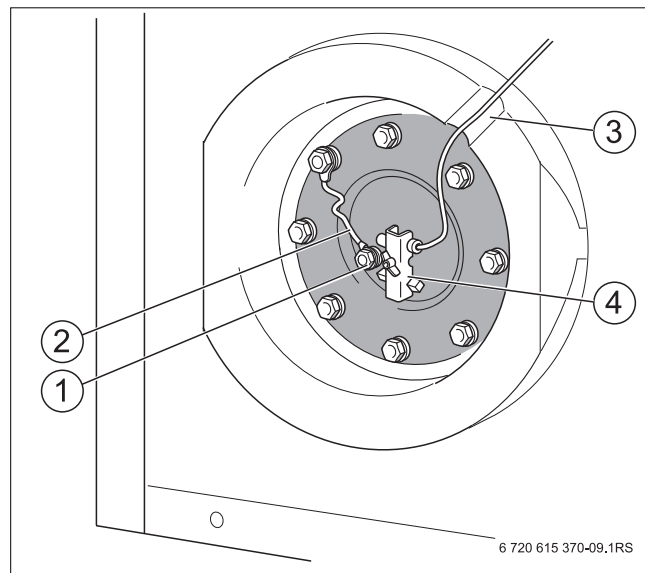

Bild 10 Anschlüsse an der Prüfoffnung
- Fühlerleitung durch die Aussparung im Wärmeschutz (→ Bild 10, [3]) zum Handlochdeckel führen.
- Temperaturfühler entsprechend der geometrischen Form bzw. des Durchmessers in die Fühlerbefestigung (→ Bild 10, [4]) montieren.